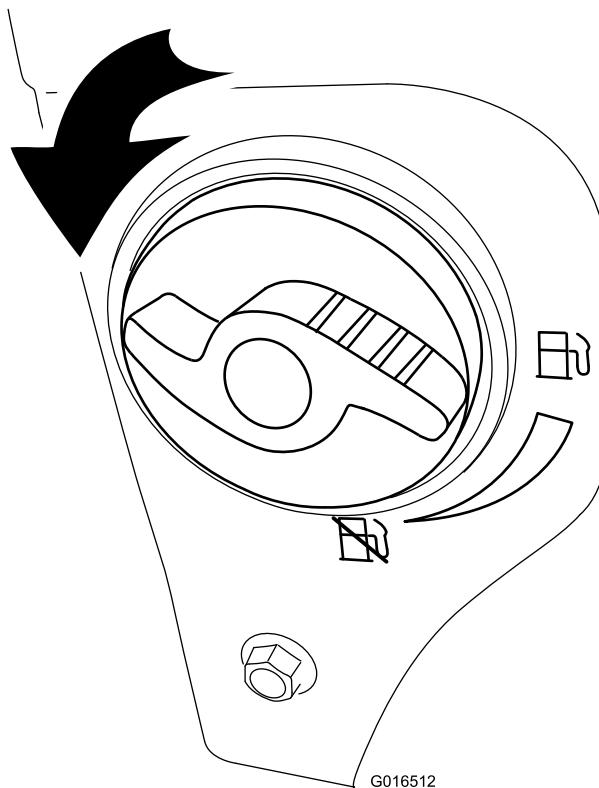

Figure 15
2. Ouvrez le robinet de carburant en le tournant de  $\frac{1}{4}$  de tour dans le sens antihoraire (Figure 15).